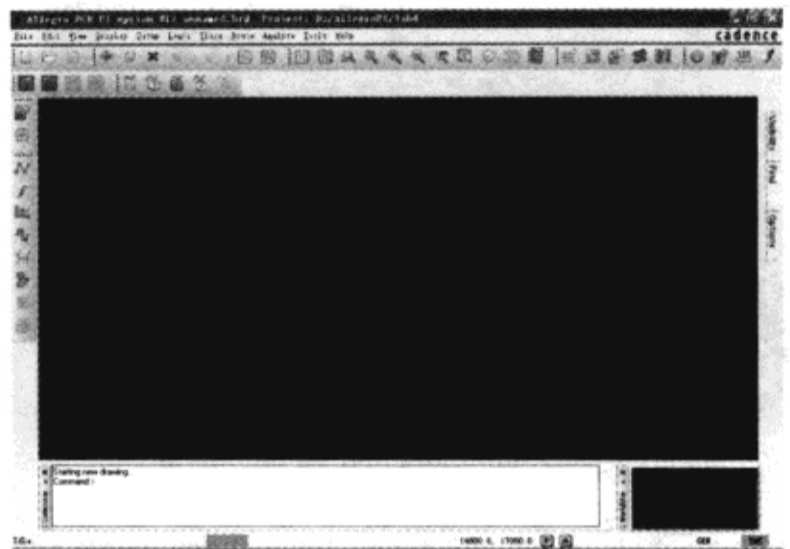

图 10-6-45 Allegro PCB PI option XL 窗口
(2) 在“Select the Product:”列表框中选择“Allegro PCB PI option XL”→单击“OK”按钮，打开 Allegro PCB PI option XL 窗口，如图 10-6-45 所示。